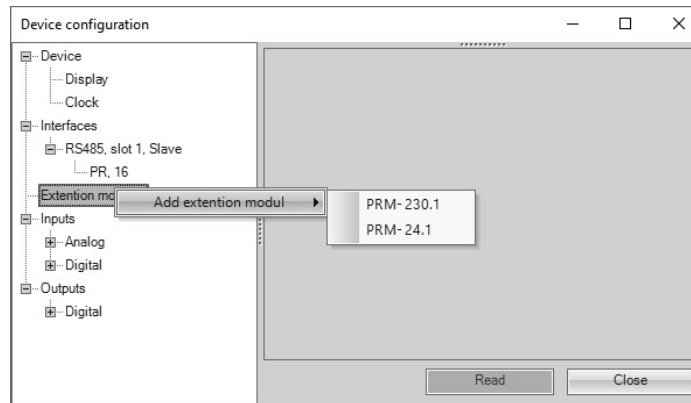

Fig. 5.1
- add PRM module using the context menu (Fig. 5.1)